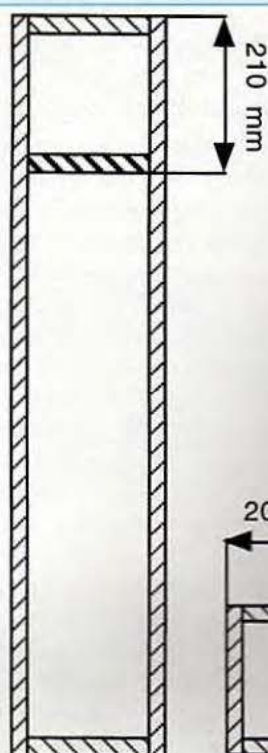
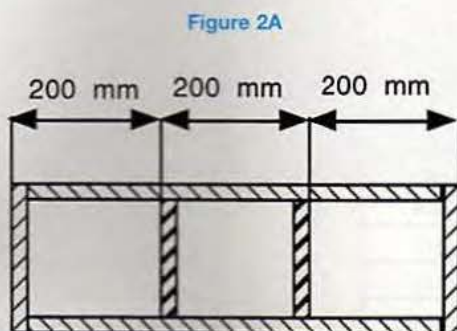

Figure 2B
Figure 2A
1. Repérer les différents panneaux de bois (façade, fond, côté gauche, etc...) et les marquer au crayon ou à la craie. Tracer sur les faces internes des panneaux l'emplacement des parois qui compartimentent les ébénisteries (voir figure 2A Narvik 2 et figure 2B Oslo 2).